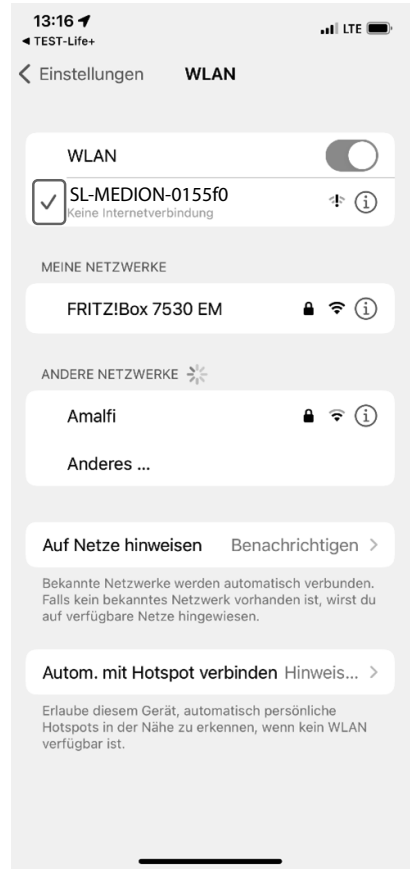

Fig. 8
- ▶ Attendere che venga stabilita la connessione di norma indicata dalla presenza di un segno di spunta accanto al nome della rete, (vedere la fig. 8).